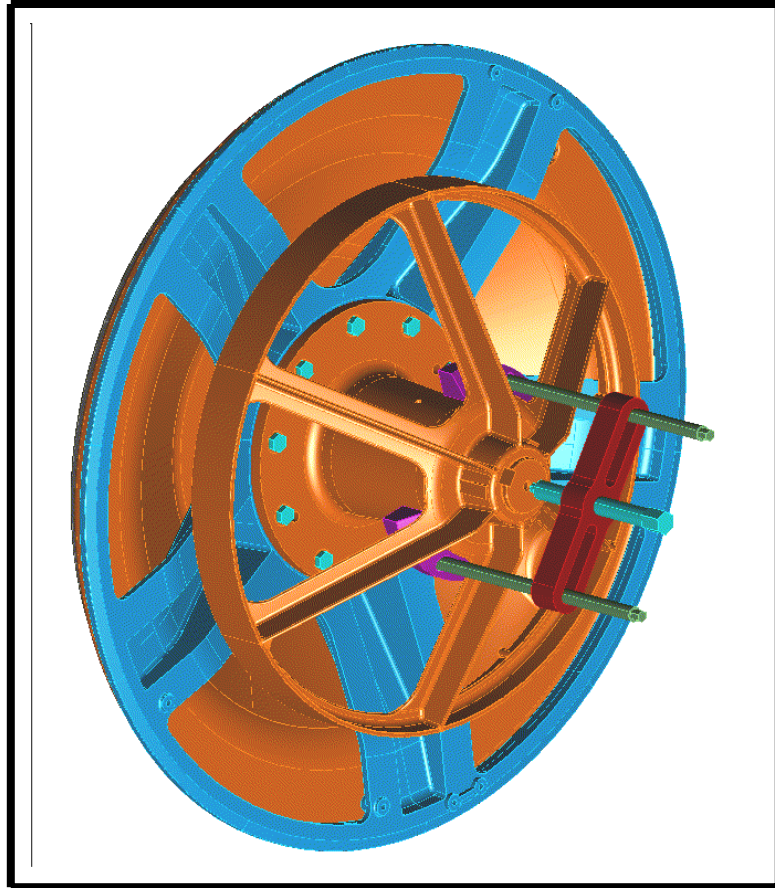

Fig 2
- Fixera avdragsklackarna och avdragaren på axeln och remskivan. (Fig 2)